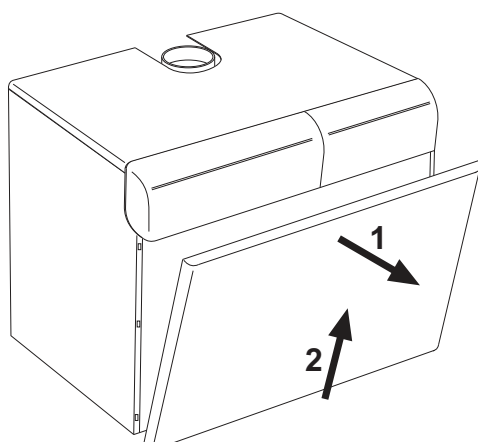

fig. 5 - Apertura pannello anteriore
Per aprire il mantello anteriore della caldaia, vedere la sequenza indicata nella fig. 5.
- Togliere il pannello anteriore della caldaia (fig. 5).